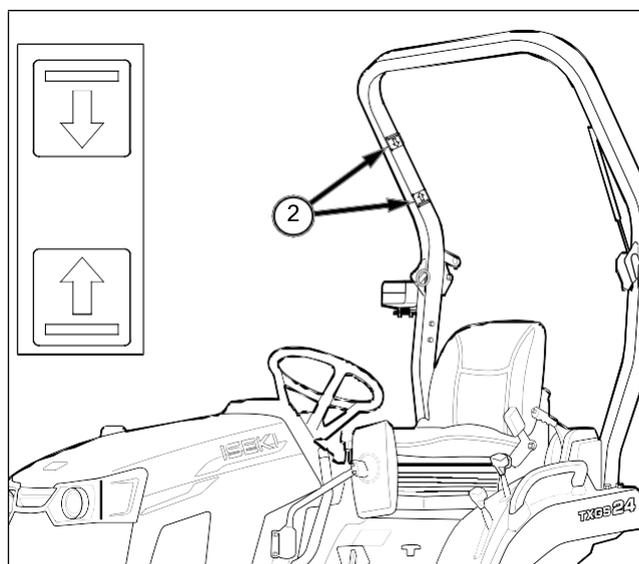

FIG. 4-34
ATENCIÓN: FIG. 4-34: Cuando pliegue el arco de seguridad o vuelva a colocarlo en la posición recta, enganche la parte delimitada entre dos etiquetas (2) del arco de seguridad.